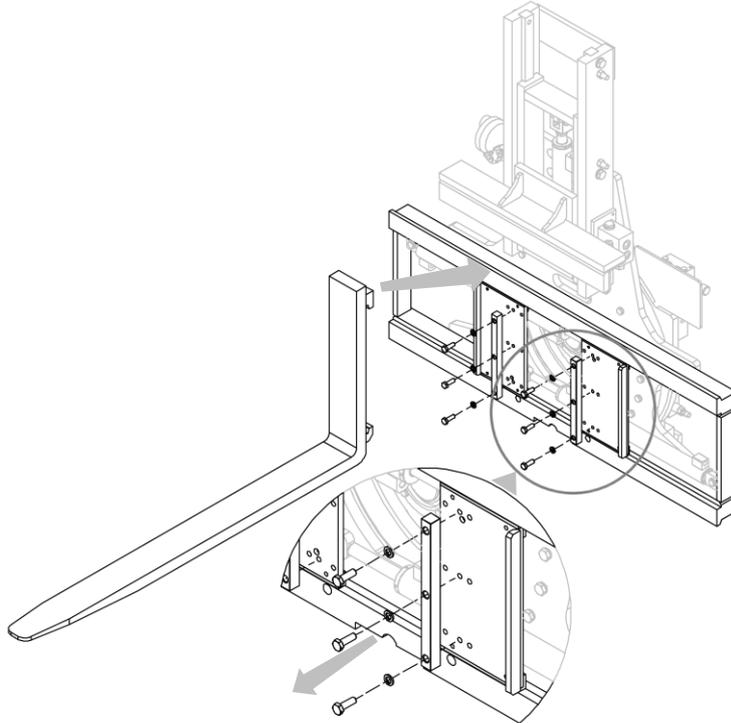

Abbildung 13
1. Öffnen Sie die Gabelzinken (schieben Sie sie von der Mitte, in die Rille), nachdem Sie die Feststeller der Gabel ausgeschraubt haben (siehe *Abbildung 13*); benutzen Sie die für die Länge der Gabelzinken passenden Löcher.